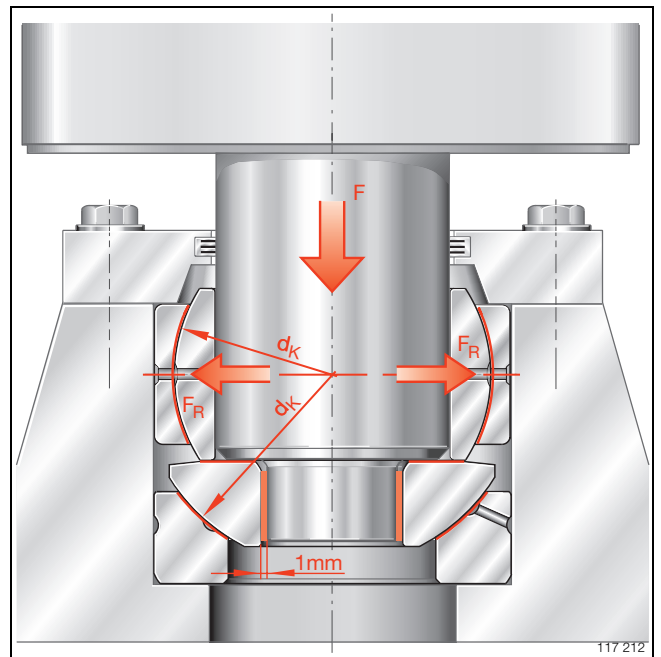

Bild 3 · Kombination Axial-Gelenklager/Radial-Gelenklager
- Bolzen in der Wellenscheibe radial etwa 1 mm freistellen (Bild 3) oder
- Bolzen nur auf der großen Stirnfläche der Wellenscheibe aufliegen lassen (Bild 3).